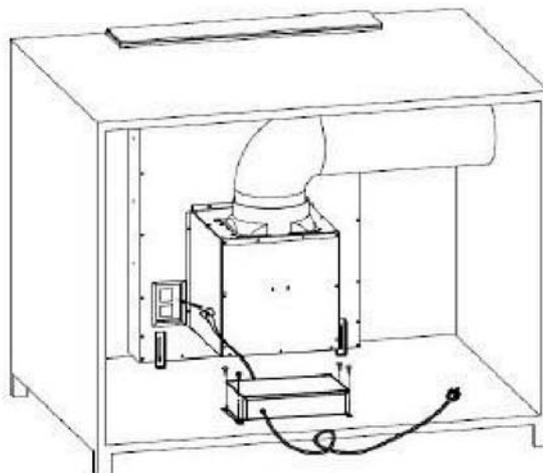

Abb. 5
4. Befestigen Sie das Abzugsrohr am Auslass und befestigen Sie den PCB-Kasten mit vier Schrauben (ST4*14) daran. Schließen Sie abschließend den Strom an. (Siehe Abb. 5)